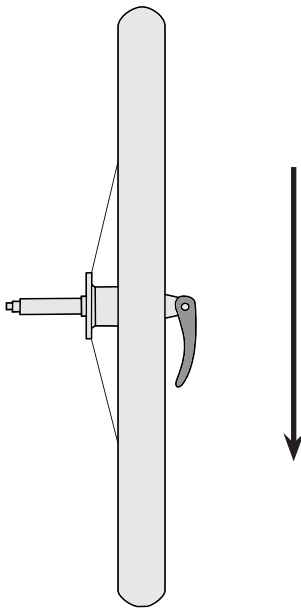

Figure 5
2. Close quick release lever, with lever aimed at trailer rear. A properly adjusted quick release lever should leave an imprint on your palm when the lever is rotated to the closed position (Figure 5).
2. Fermez le levier à blocage rapide, en orientant ce dernier vers l'arrière de la remorque. S'il est correctement positionné, le levier à blocage rapide en position fermée doit laisser une marque nette sur la paume de la main (Figure 5).
2. Schließen Sie den Schnellspannhebel mit dem Hebel in Richtung Rückseite des Anhängers. Ein richtig eingestellter Schnellspannhebel sollte einen Abdruck auf Ihrer Handfläche hinterlassen, wenn der Hebel in die geschlossene Position gedreht wird (Abb. 5).